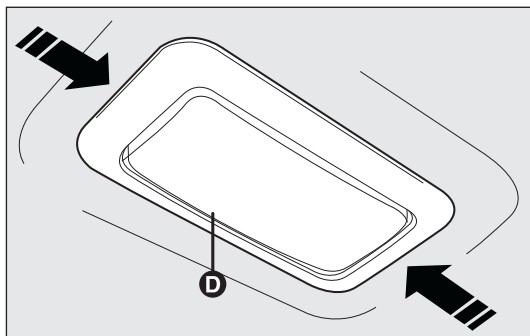
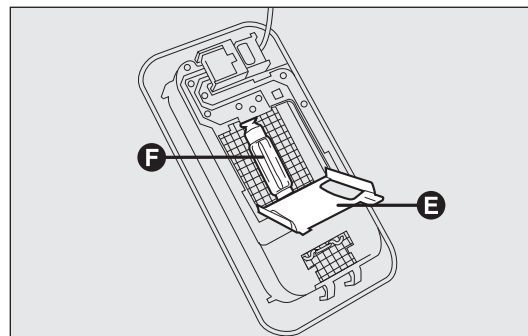

рис. 157
рис. 158
- нажмите в точках, указанных стрелками, и снимите плафон D – рис. 157;
- откройте защитную крышку E – рис. 158;
- отсоедините лампу F – рис. 158 от боковых контактов и установите новую, проследив, чтобы она была правильно ими зажата;
- закройте защитную крышку E – рис. 158 и вставьте плафон D – рис. 157 в посадочное гнездо. Убедитесь, что плафон хорошо закреплен.